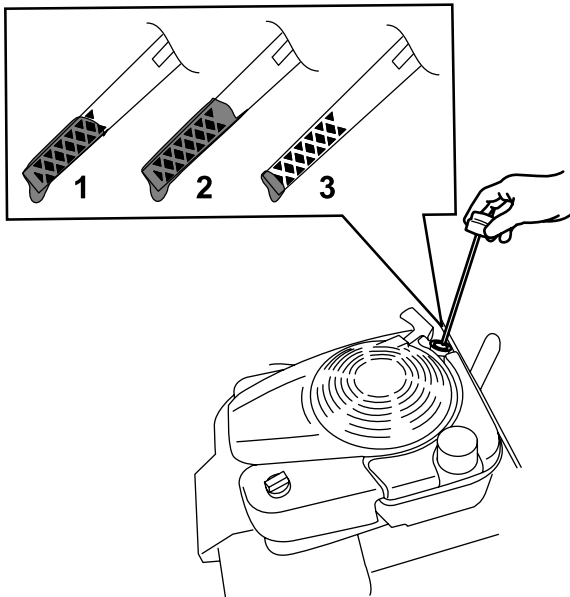

Bild 14
2. Entfernen Sie den Peilstab, indem Sie den Deckel nach links drehen und herausziehen (Bild 14).
5. Lesen Sie den Ölstand am Peilstab ab. (Bild 14)
- Wenn der Ölstand am Peilstab zu niedrig ist (Bild 14), füllen Sie langsam etwas waschaktives Öl (SAE 30 oder SAE 10W-30) in den Öleinfüllstutzen, warten Sie drei Minuten und wiederholen Sie dann die Schritte 3 bis 5, bis der Ölstand am Peilstab richtig ist. Informationen zur Ölart finden Sie unter Wechseln des Motoröls \(Seite 21\).
- Wenn der Ölstand am Peilstab zu hoch ist (Bild 14), lassen Sie Öl ab, bis der Ölstand am Peilstab richtig ist, siehe Wechseln des Motoröls \(Seite 21\).